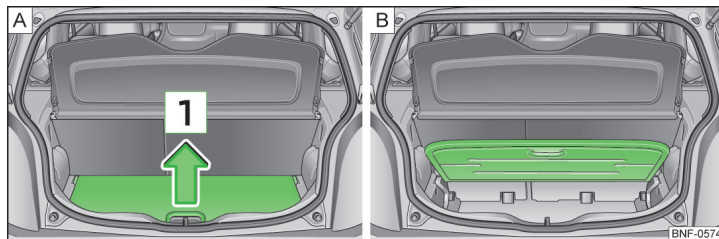

Fig. 70 Podeaua variabilă: deschiderea / rabatarea n sus
- Prindeți podeaua variabilă de mnerul și ridicați-o n sensul săgeții, pnă la opritor » fig. 70 - .